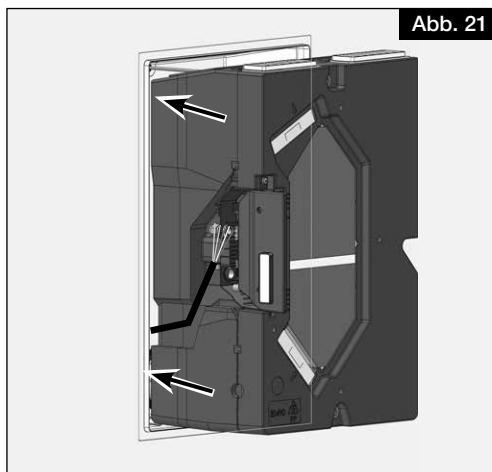

Abb. 21
4. Das Gerät bis zur Hälfte in das Wandeinbauelement einschieben, so dass die Netzleitung angeschlossen werden kann (siehe Abb. 21).